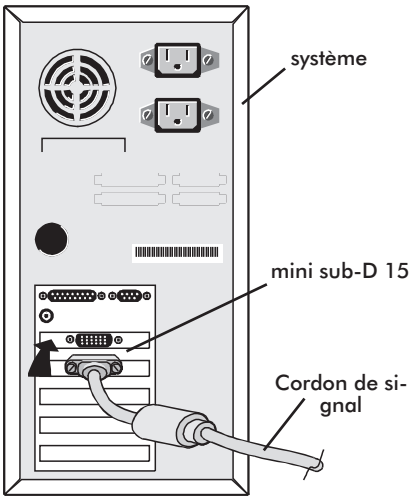
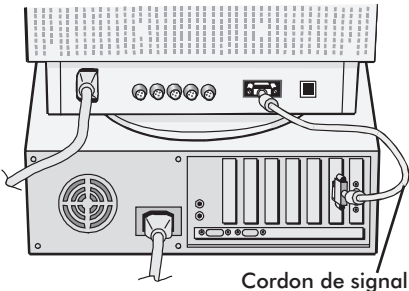

Figure A.1
Figure A.2
2. **Sur PC:** Branchez une extrémité du câble signal muni d'une mini-fiche D-SUB 15 broches sur le connecteur de la carte d'affichage du système (Figure A.1), et l'autre extrémité à l'arrière de l'écran (Figure A.2). Serrer toutes les vis.. Traiter le paragraphe 4.